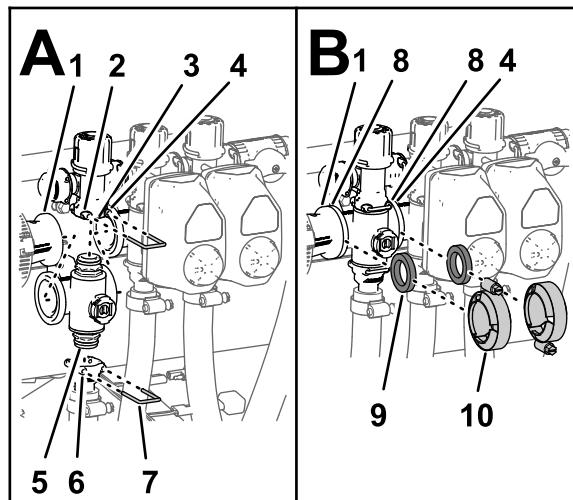

Рисунок 84
1. Вставьте верхний штуцер торцевой крышки коллекторного клапана в перепускной штуцер (Рисунок 84 А.).
2. Закрепите штуцер торцевой крышки на перепускном штуцере, вставив держатель в гнездо перепускного штуцера (Рисунок 84 А).
3. Установите выпускной штуцер на нижний штуцер торцевой крышки коллекторного клапана (Рисунок 84 А).
- Прикрепите штуцер торцевой крышки к выпускному штуцеру, вставив держатель в гнездо выпускного штуцера (Рисунок 84А).
- Установите прокладку между фланцами переходной муфты и коллектором клапана секции (Рисунок 84В).
- Смонтируйте переходную муфту, прокладку и коллектор клапана секции с помощью хомута, затянув его от руки (Рисунок 84В).
- При установке 2 самых левых клапанов секций установите прокладку между фланцами 2 прилегающих коллекторов клапанов секций (Рисунок 84В).
- Смонтируйте 2 находящихся рядом коллектора клапанов секций и прокладку с помощью хомута, затянув его от руки (Рисунок 84В).